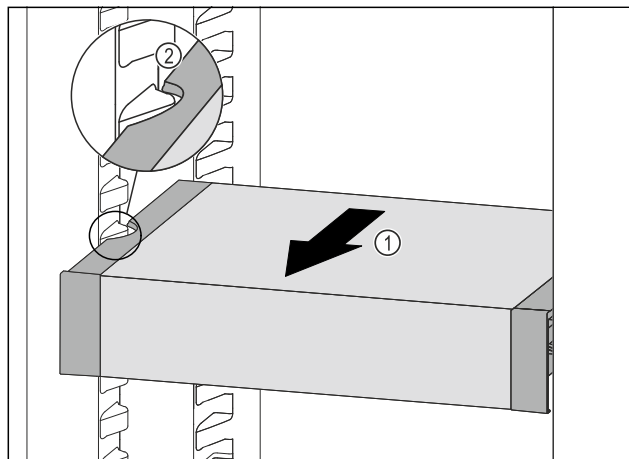

Fig. 111
- ▶ Húzza előrefelé a VarioSafe fiókot annyira Fig. 111 (1), hogy a VarioSafe oldalsó kivágásai a hűtőrésszen a tartó-borda magasságában legyenek. Fig. 111 (2)